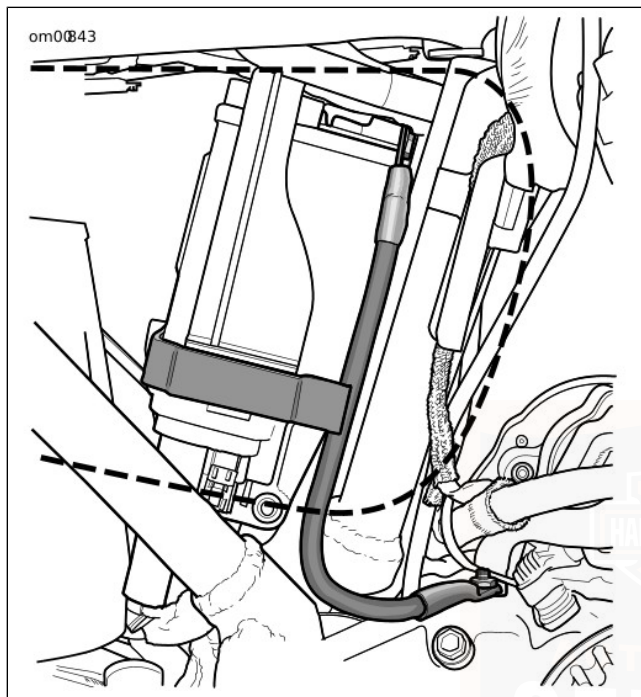

Figura 48. Cavo negativo della batteria e prigioniero sul basamento: modelli Sportster
1. Vedere Figura 48. Svitare il dado e staccare il cavo negativo (nero) dal prigioniero sul basamento dietro il motorino di avviamento.
3. Vedere Figura 48. Passare il cavo negativo intorno al tubo discendente del telaio.